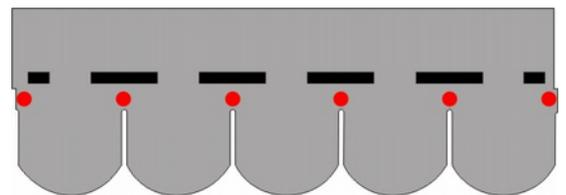

Figura 6
**N.B.: Per pendenze oltre il 160% (60 gradi) applicare n° 6 chiodi per tegola bituminosa come da figura 6.**